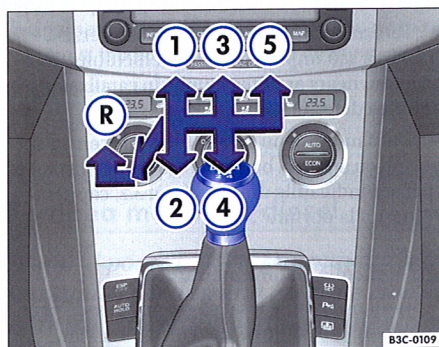
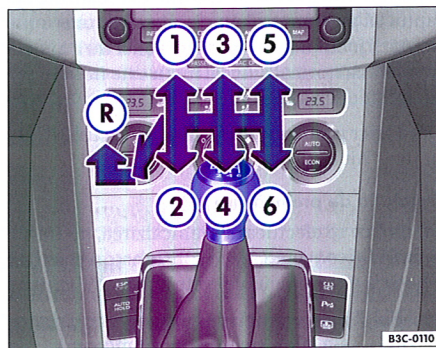

Fig. 114 Imagine din consola centrală: Schema de selecție a treptelor cutiei de viteze cu 5 trepte
Fig. 115 Imagine din consola centrală: Schema de selecție a treptelor cutiei de viteze cu 6 trepte
- Apăsăți mânerul schimbătorului de viteze în jos și apoi împingeți-l spre stânga și în față în poziția de marșarier ⇒ fig. 114 ② sau ⇒ fig. 115 ②, conform diagramei de pe schimbător.